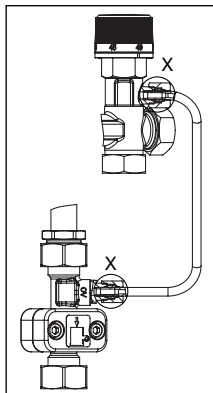

Fig. 6.7 Illustration montage HTU/ TU
7. Visser le robinet (clé de 28) dans le distributeur en respectant l'alignement (environ 30°, approximativement parallèle au raccord de liaison. Le marquage blanc de la poignée manuelle est orienté vers l'avant, fig. 6.7/ 6.8). Le raccordement est auto-étanche.
12. Insérer les extrémités du tube en cuivre dans le corps ou le bouchon jusqu'en butée. (Respecter la fig. 6.7 / 6.8 pour la direction du tube en cuivre!) Si nécessaire, réajuster l'alignement du robinet et du corps.